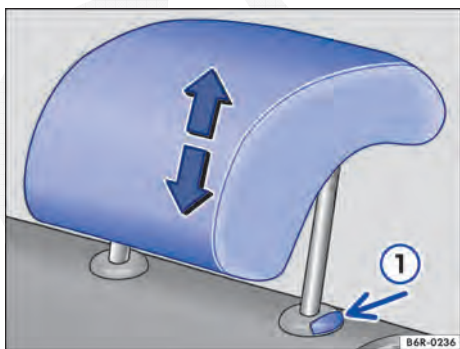

Fig. 31 Ajustar o apoio para cabeça traseiro.
- Empurrar o apoio para cabeça para cima no sentido da seta ou, com o botão → Fig. 31 ① pressionado, empurrar para baixo → ⚠️.